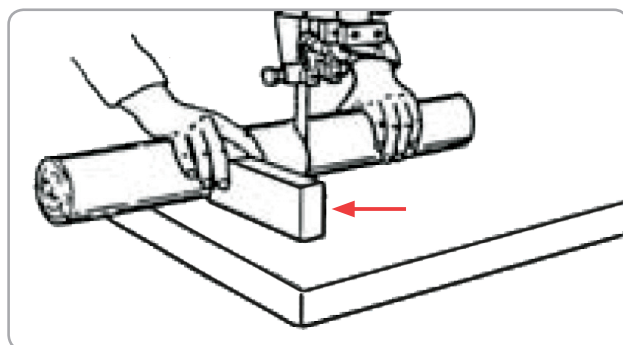

Fig.15
Tăierea rotundă în direcție transversală: (Fig. 15)
- Folosiți un dispozitiv adecvat cu dimensiunile minime conform fig. 15 spre a împiedica o rotire a piesei în timpul tăierii.